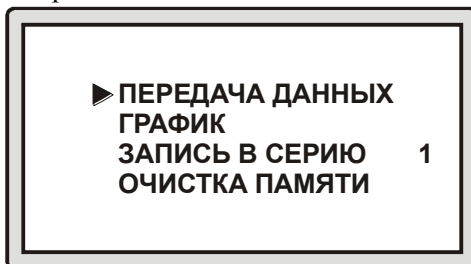

Рис.8 Подменю «ДАННЫЕ»
7.1.3 Подменю «**ДАННЫЕ**» (рис. 8) служит для работы с записанными значениями измерений.